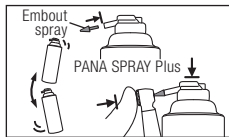

Fig. 35
- ① Fixez l'embout spray à l'embout du PANA SPRAY Plus.
- ② Agitez le bidon 3 ou 4 fois, puis appuyez doucement sur le bouton-poussoir pour vaporiser directement dans le trou d'insertion de la fraise (Fig. 35).